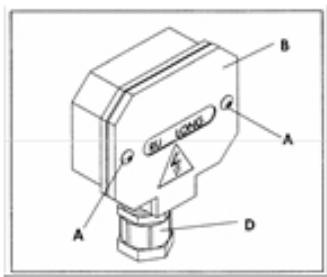

Рис. 2.3
1. Открутите два винта (A), снимите крышку клемной коробки (B). См. рисунок 2.3.